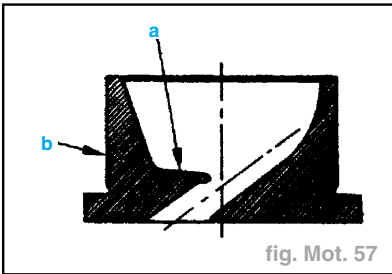

fig. Mot. 57
- Si les préchambres ont été déposées, s'assurer que le conduit de gaz n'a pas été déformé au point (a) par l'outil d'extraction (fig. Mot. 57).